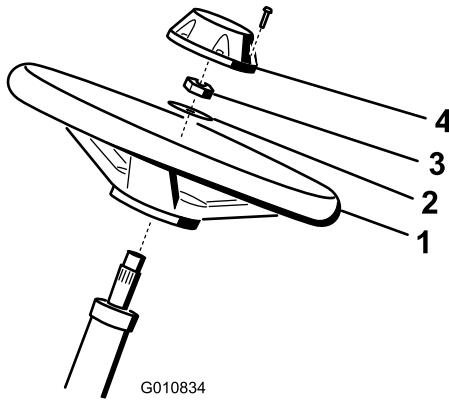

Figura 4
1. Deslice el volante sobre la columna de dirección (Figura 4).
| 2. Deslice la arandela sobre la columna de dirección (Figura 4). | |
- Sujete el volante a la columna con una contratuerca y apriétela a entre 27 y 35 N·m (Figura 4).
- Sujete el embellecedor al volante con 6 pernos (Figura 4).